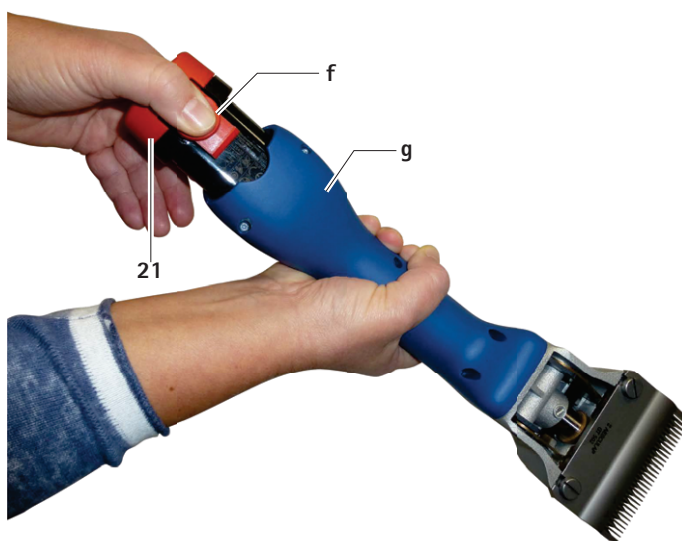

Fig. 1
- ▶ Tenir la tondeuse à accum **g** tête de tonte vers le bas, de façon à ce que l'accum Li-ion 21 ne tombe pas lors du déverrouillage, voir Fig. 1.